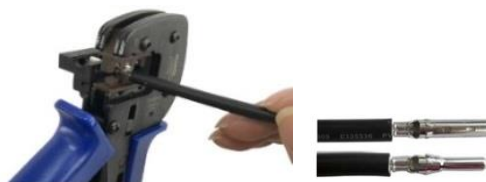

FIG. 7-15 Engarce el contacto
- 2) Coloque el contacto alrededor de los conductores del cable pelado, luego engarce el contacto con alicates para engarzar cables, como se muestra en la FIG. 7-15.